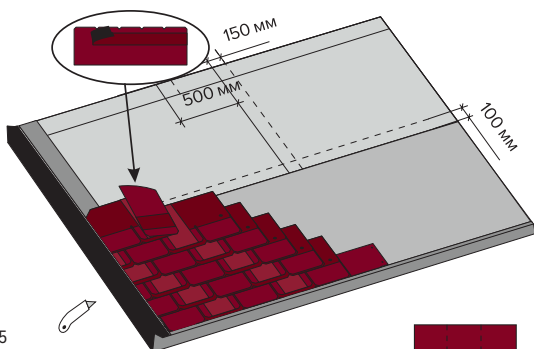

Рис. 15
**Примечание:** при укладке гибкой черепицы коллекций Джаз, Кантри и Ранчо величина горизонтального смещения гонтов последующего ряда относительно предыдущего может варьироваться в интервале от 15 до 85 см (рис. 15). При этом не должно прослеживаться определенного правила подбора рисунка. Рисунок готовой кровли должен быть абстрактным.